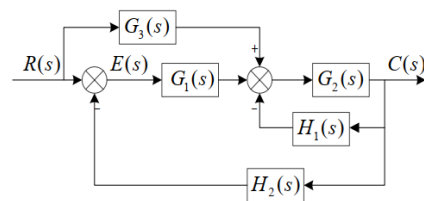

图 2
- 1.（10 分）系统动态结构图如图 2 所示，用梅森公式分别求系统的传递函数